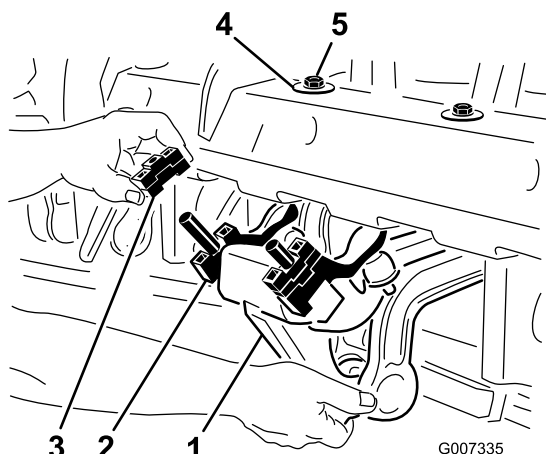

Figura 26
1. Retire las dos contratueras (1/2 pulgada) que sujetan el amortiguador rotalink a la parte inferior del bastidor del cabezal de perforación (Figura 26).
2. Baje el amortiguador para dejar a la vista los espaciadores (Figura 26).
4. Vuelva a instalar el amortiguador en el bastidor del cabezal de perforación. Compruebe que la arandela en D esté instalada contra el bastidor del cabezal de perforación, como se muestra en Figura 26. Asegure las dos contratuercas.